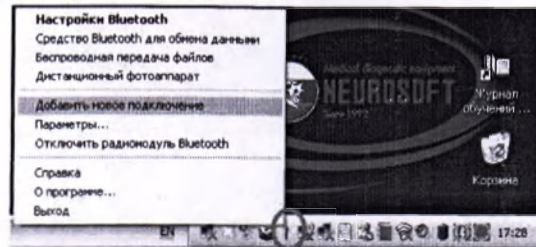

Рис. 7
8. Запустите мастер подключения, щелкнув правой кнопкой мышки по значку «Bluetooth», и выберите команду **Добавить новое подключение** (рис. 7).